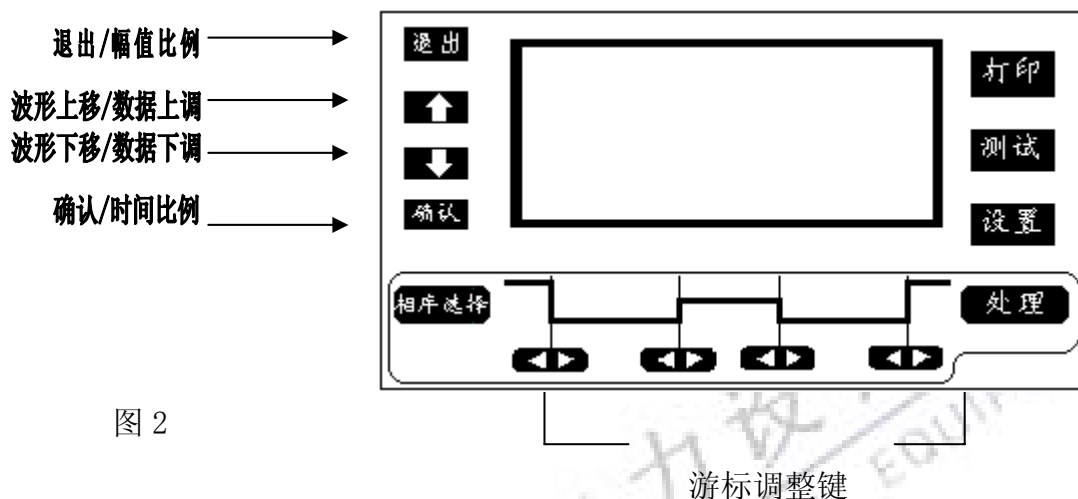
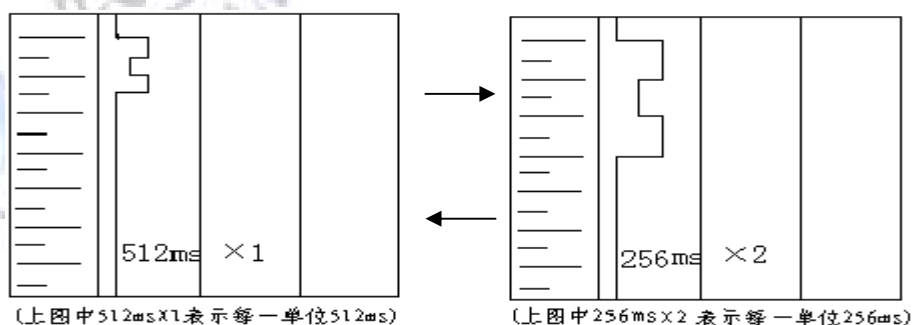
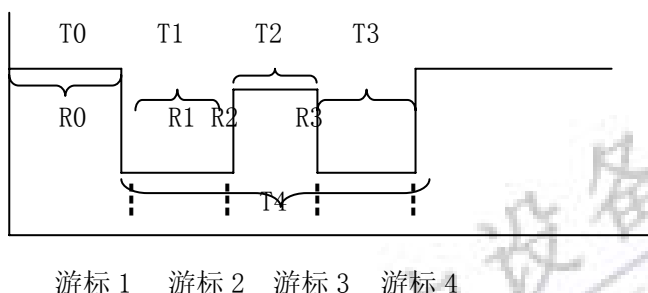

图 2
图 3
图 8
3. **键盘**: 本仪器键盘、显示屏详细布局如图 2 所示:
仪器设功能键 4 个, 即打印、测试、处理和设置。功能调整键 4 个, 即确认、上移、下移、和退出。这 4 个键在显示波形时其功能分别为: 时间比例、波形上移、波形下移和幅值比例。如图 2 所示。按“确认”键放大如图 3 所示。
用图 2 中的“游标键”调整游标位置到波形串联、并联、串联的明显转折处。游标调节好后显示屏上将直接显示出波形各段的时间和电阻值。各段参数的意义如图 8 所示，按“相序选择”键，选择调整 A、B、C 三项。处理好三项的参数后，就可按打印机上按键两秒钟走纸一段时间按键停止，再按“打印”键进行打印。这时打印的图纸包括波形和处理的参数值。